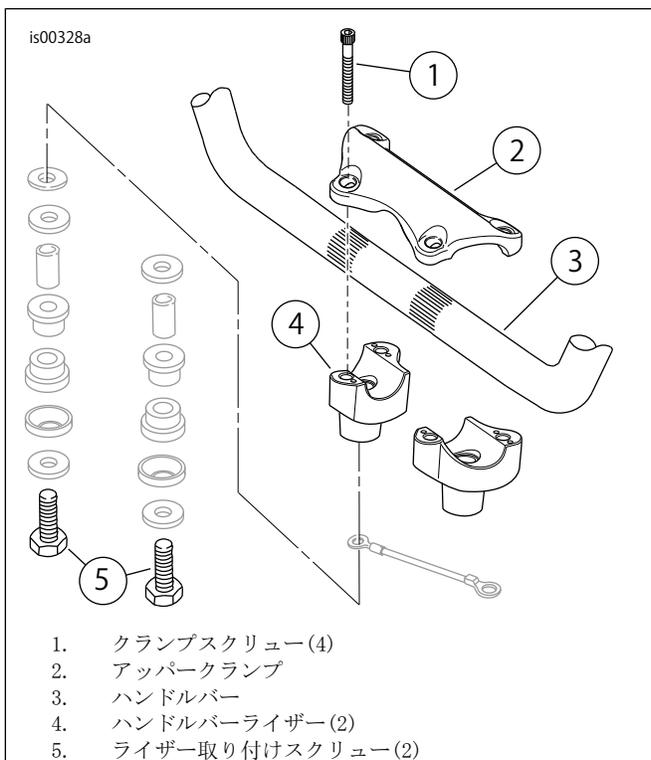

図1。ハンドルバークランプおよびライザー
20. 「図1」を参照してください。ハンドルバーアッパークランプ(2)をライザー(4)に固定しているスクリュー(1)を外します。クランプを外します。ハンドルバー(3)を取り外します。